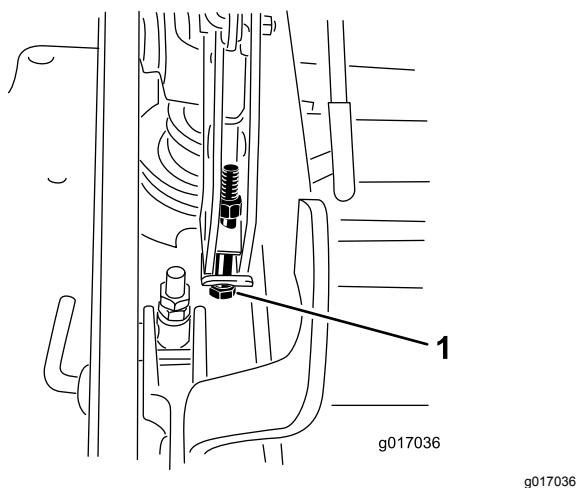

Figure 99
12. Si le plateau est trop bas, serrez le boulon de réglage monopoint dans le sens horaire. Si le plateau est trop haut, desserrez le boulon de réglage monopoint dans le sens antihoraire (Figure 99).